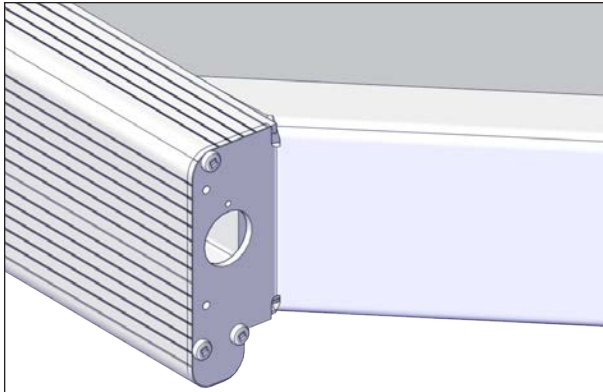

FIGURE 59: POUSSER LE CÂBLE DANS LE PROFILÉ EN C
3. Pousser le câble et le Griplock dans le profilé en C et répéter cette opération aux 3 autres coins, voir Figure 59.